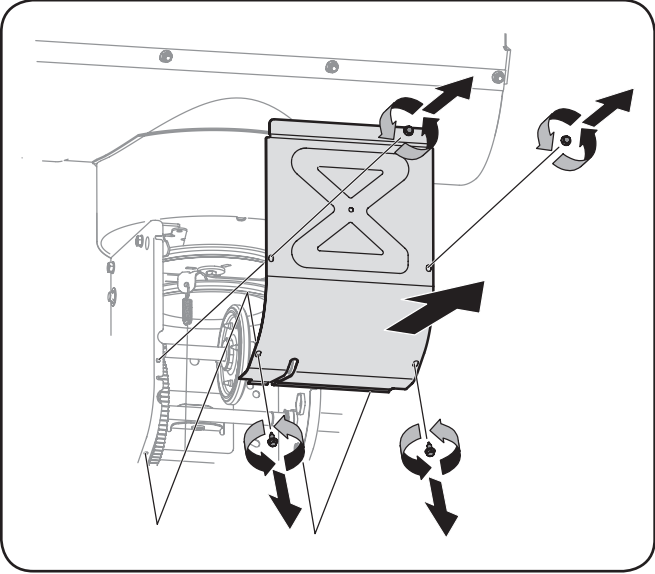

Figure 7-4
- 5. Démontez le couvre-châssis du dessous de la souffleuse en retirant les quatre vis auto-taradeuses qui le maintiennent en place. Voir la Figure 7-4.